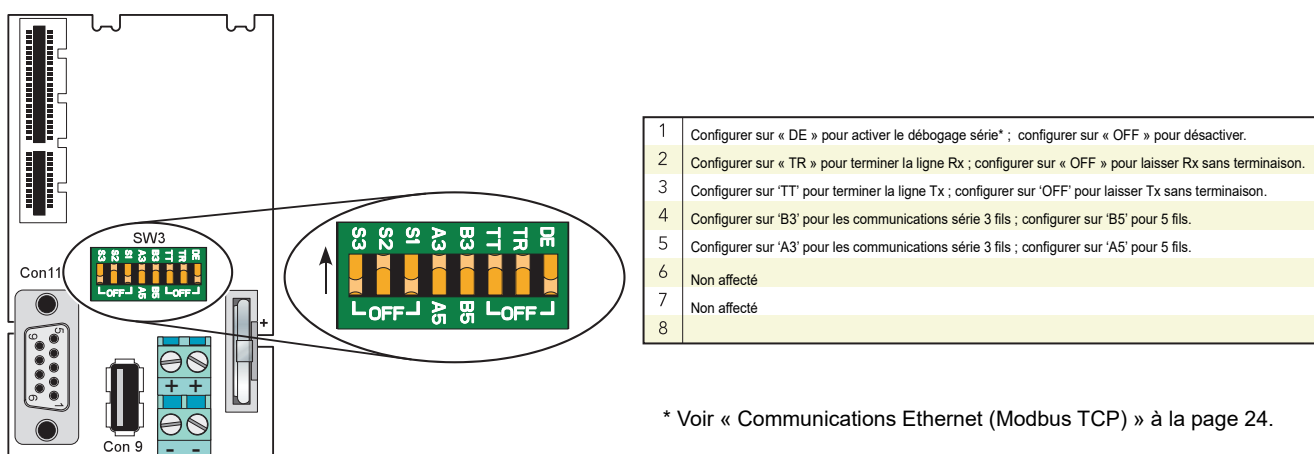

Figure 10 Détails de la configuration du matériel de communication
2. Le fonctionnement 3 fils/5 fils est sélectionné à l'aide du commutateur à glissière à huit éléments (SW3) situé sur le bornier de l'IOC. Les lignes Tx et Rx peuvent également être bornées (avec des résistances de 150 Ω) à l'aide d'autres éléments de ce commutateur. Voir la Figure 10 pour les détails.